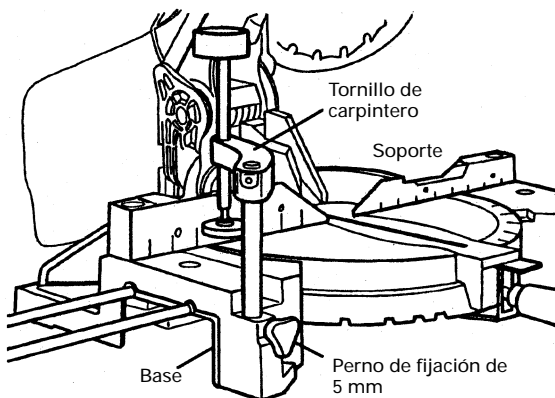
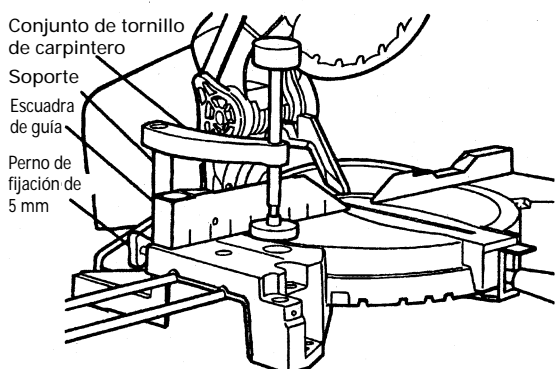

Fig. 18
Fig. 19
(1) El conjunto del tornillo de carpintero puede montarse en la base del lado izquierdo o bien en la base del lado derecho, y puede elevarse o bajarse de acuerdo con la altura de la pieza de trabajo.
- ① Inserte el soporte del conjunto del tornillo de carpintero en el orificio provisto en la base del lado izquierdo o bien en la base del lado derecho.
- ② Luego apriete el perno de fijación de 5 mm, tal como se indica en la Fig. 18.
(2) El conjunto del tornillo de carpintero puede montarse en la escuadra de guía del lado izquierdo o bien en la escuadra de guía del lado derecho, y puede elevarse o bajarse de acuerdo con la altura de la pieza de trabajo.
- ① Inserte el soporte del conjunto del tornillo de carpintero en el orificio provisto en la escuadra de guía del lado izquierdo o bien en la escuadra de guía del lado derecho.
- ② Luego apriete el perno de fijación de 5 mm, tal como se indica en la Fig. 19.